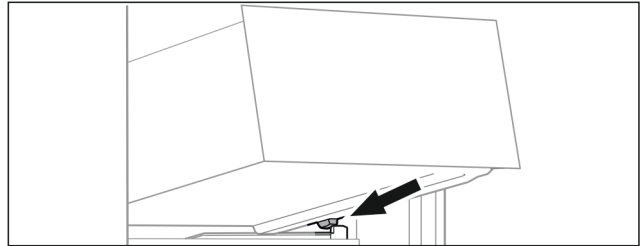

Fig. 67
- ▶ Çekmeceyi durdurucuların çapraz arkasında hazne tutma çıkıntısının üzerine yerleştirin. (bkz. Fig. 67)